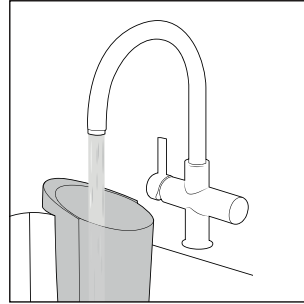

Abb. 23
- ◆ Spülen Sie den Schmutzwasserbehälter **2** unter fließendem, warmen Wasser aus (siehe Abb. 23).